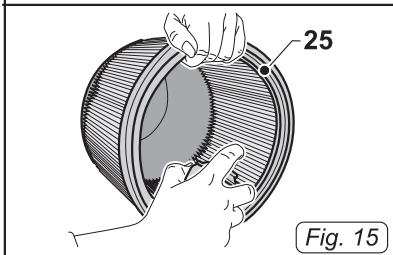

Fig. 15
- Очистить фильтр (25 Рис. 15) изнутри по направлению наружу с помощью струи воздуха; при чрезмерном загрязнении фильтра необходимо заменить его.